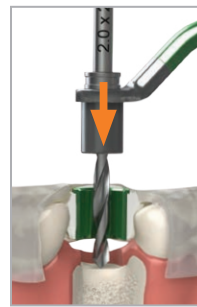
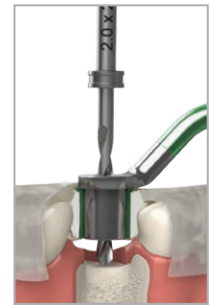

図 1
図 2
- 開口量が少ない患者の場合、コンポーネントが患者の口腔外に出てしまうことがあります。その場合、ドリルをハンドピースに装着した上で、ドリルガイドにドリルを通します。その状態で、マスターシリンダーの所定の位置までドリルガイドを滑らせるように入れています（図1）。ドリリングの開始前に、ドリルガイドが水平に装着されていることを確認します（図2）。